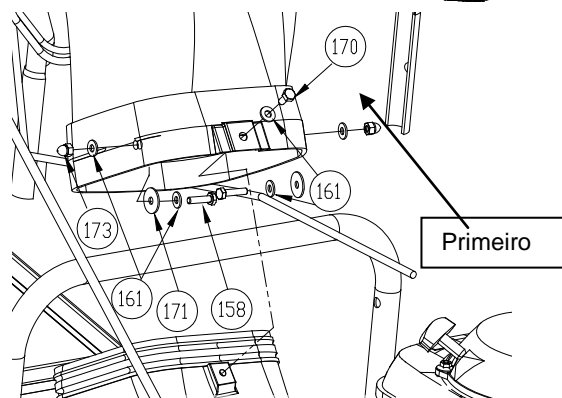

Figura 2
2. Instale primeiramente o parafuso central (item 170) quando estiver alinhado com uma porca na carcaça. (Consulte a Figura. 2)
3. Fixe o resto do conjunto do exaustor à carcaça usando os componentes correspondentes. **OBSERVAÇÃO:** Será necessário inserir o parafuso/arruela a partir do interior, chegando ao exaustor. (Consulte a Figura. 2)